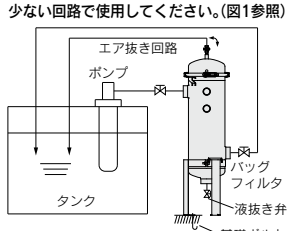

図1.循環ろ過回路例
#### ① フィルタに圧力および流量の変動負荷の少ない回路で使用してください。(図1参照)